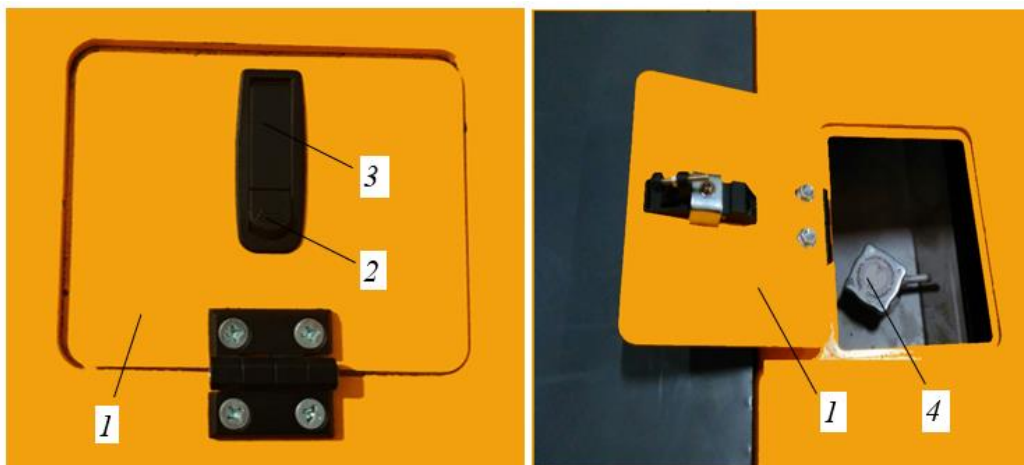

Рисунок 3.82. Лючок в лобовине рамы
► Открыть крышку лючка в лобовине рамы см. рис. 3.82.
- ▶ Осторожно приоткрыть крышку наливной горловины 4, рис. 3.82, повернув ее против направления часовой стрелки.
- ▶ Открыть крышку наливной горловины 4, рис. 3.82.
- ▶ Закрывать крышку наливной горловины 4, рис. 3.82.
- ▶ Закрывать лючок 1 в лобовине рамы рис. 3.82.